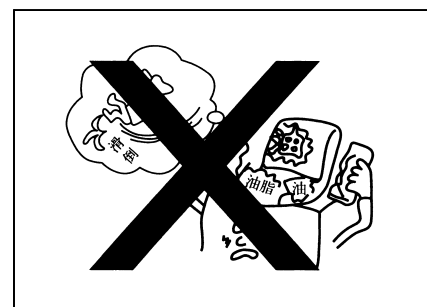

Рис.1-25
- Ознакомиться с положениями и функциями кнопки, рычагов, индикаторов и предупредительных устройств (рис. 1-25) .